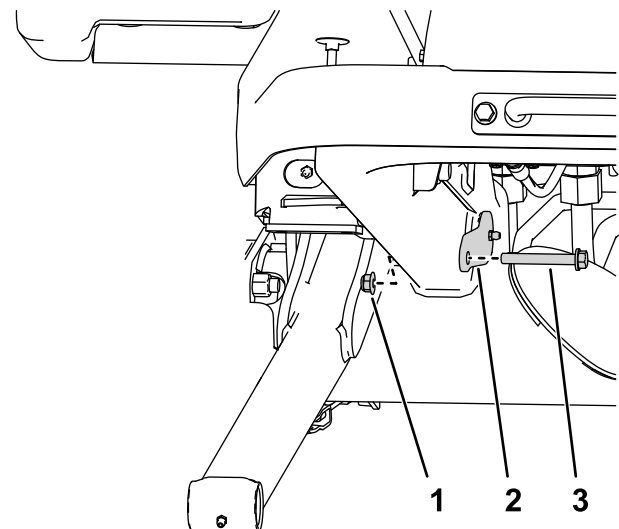

Figura 11
3. Fije el pasador grande al brazo de elevación con un par de tuercas y pernos, tal y como se muestra en la Figura 11.